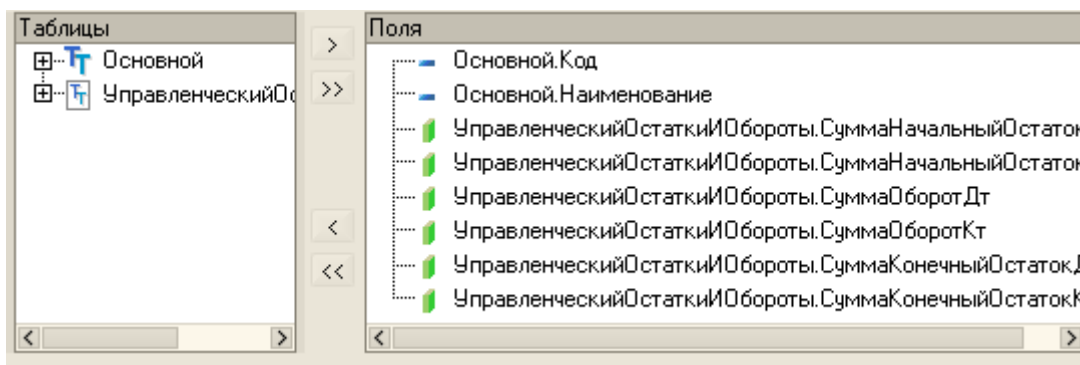

Рис. 170
В заключение создадим единственный отчет, который использует бухгалтерии нашего предприятия – **Оборотно – сальдовая ведомость**. Этот отчет представляет собой таблицу, в строках которой перечислены все имеющиеся в плане счетов счета, а в колонках – начальное сальдо, оборот и конечное сальдо по дебету и кредиту для каждого счета. Для построения такого отчета понадобятся две таблицы (рис. 170): объектная (ссылочная) таблица плана счетов **Основной** и виртуальная таблица регистра бухгалтерии **Управленческий.ОстаткиИОбороты**.
- из таблицы **Основной** выберите поля Код и Наименование, а из таблицы **УправленческийОстаткиИОбороты** выберите следующие поля (рис. 170):